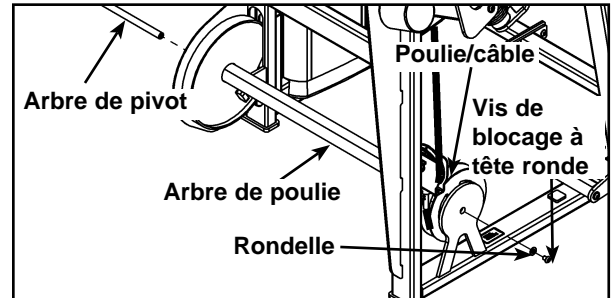

Figure 3
- H. Retirez l'une des deux vis de blocage à tête ronde fixant l'arbre du pivot. Reportez-vous à la figure 3.
- I. Retirez avec précaution l'arbre de pivot et l'arbre de poulie. Reportez-vous à la figure 3.
- M. Fixez prudemment l'arbre de poulie en utilisant l'arbre de pivot et les vis de blocage à tête ronde retirées aux étapes 4H et 4I. Reportez-vous à la figure 3.